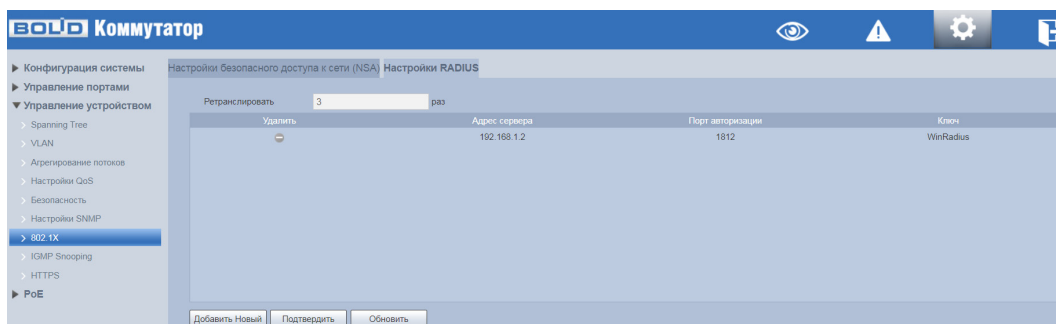

Рисунок 8.38 – Настройки Radius
2. Настройте адрес сервера аутентификации, как показано на рисунке (см. Рисунок 8.38).